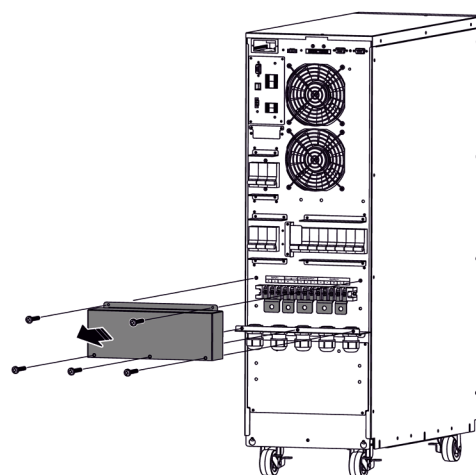
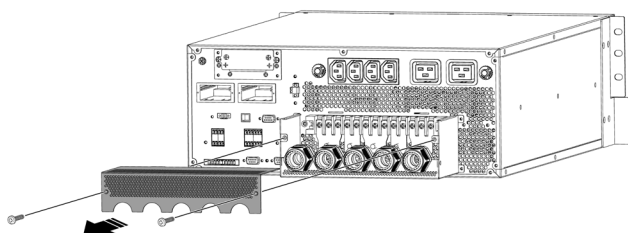

Fig. 32. Retrait du couvercle de protection des bornes de connexion dans la version tour.
Fig. 33. Retrait du couvercle de protection des bornes de connexion en version rack.
- Avant de procéder à la connexion, retirer le cache de protection du bloc des bornes, tel qu'illustré dans les Fig. 32 y Fig. 33: